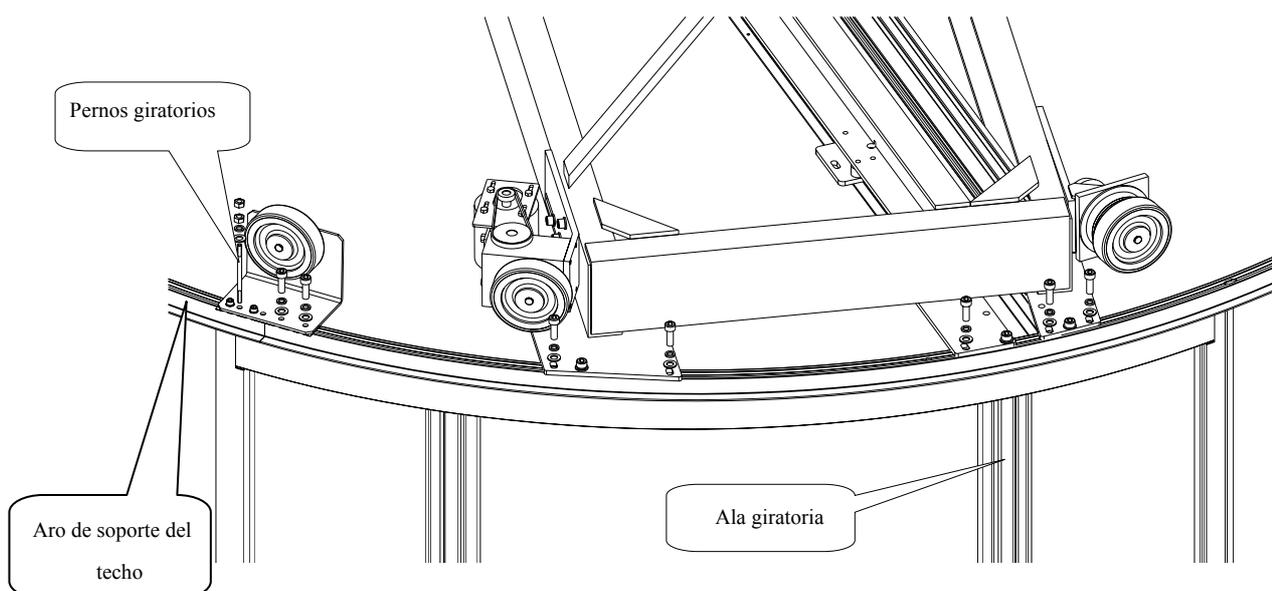

Figura 16 - 1
16.1 Fije el ala giratoria en el panel de conexión de la viga principal y el panel de conexión de las ruedas accesorias con 7 juegos de tornillos con hexágono interior M8×80, espaciadores 8×24 (espesor 5 mm) y espaciadores de resorte. Apriete debidamente los tornillos. Apriete el perno del ala giratoria en la chapa de conexión (para consultar la posición de la chapa de conexión, véase la Figura 15-6). Fije el perno del ala giratoria en el panel de conexión de las ruedas accesorias con un juego de tuercas M8 (2 piezas), un espaciador plano y un espaciador de resorte (Figura 16 - 1). No apriete primero la tuerca. Ajuste la distancia entre el ala giratoria y el segmento de pared lateral en aprox. 50 mm ± 2 mm mediante el agujero largo del panel de conexión y, a continuación, apriete firmemente todos los pernos y tuercas.